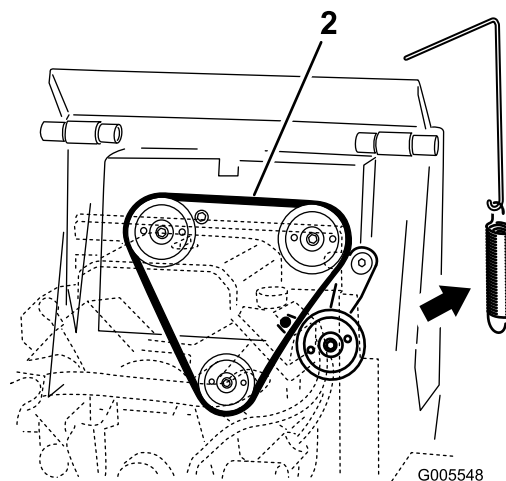

Figure 48
4. Enlevez le ressort de poulie de l'ensemble poulie de tension (Figure 48).
6. Placez une courroie d'entraînement neuve sur les trois poulies (Figure 48).